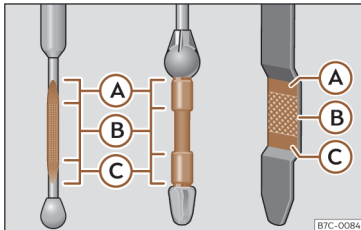

Fig. 220 Joja de ulei.
– Apoi scoateți-o din nou și verificați nivelul uleiului » » fig. 220 . Dacă este necesar, adăugați ulei de motor.
- Când nivelul uleiului ajunge cel puțin la zona»» fig. 220 (B), deșurubați cu atenție bușonul orificiului de umplere cu ulei de motor»» ①.
Dacă nivelul uleiului se află deasupra zonei »» fig. 220 (A), nu porniți motorul. Aceasta ar putea duce la deteriorarea motorului și a
Nivelul uleiului nu trebuie să depășească niciodată zona»» fig. 220 (A). În caz contrar, uleiul poate pătrunde prin orificiul de ventilație al carterului și poate fi eliberat în atmosferă prin sistemul de eșapament.